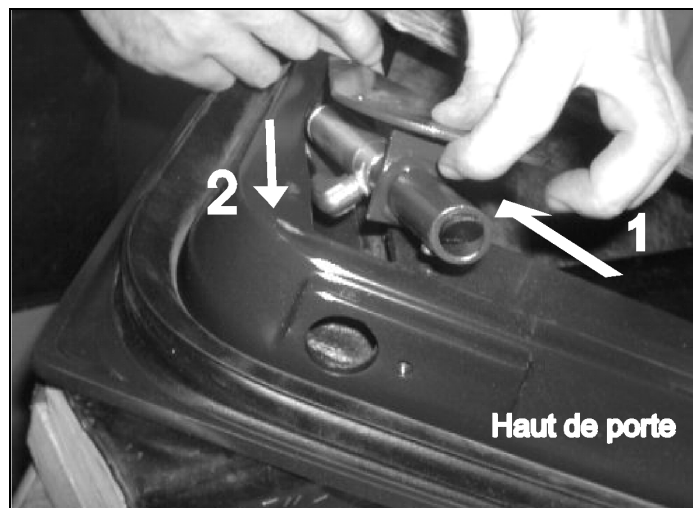

FIGURE 3: INSTALLATION DU NOUVEAU PÊNE
4. Installer le nouveau pêne (Prévost #285599) avec la technique démontrée à la figure 3.